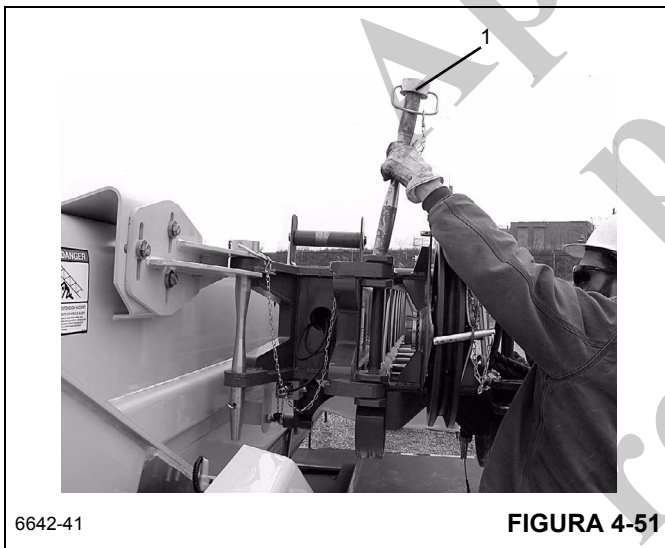

FIGURA 4-51
15. Se a seção de 7 m (23 pés) de duas seções não foi usada, remova o pino de armazenamento das duas seções (1, Figura 4-51) e instale na conexão da treliça/ duas seções. Instale o grampo de retenção no pino.